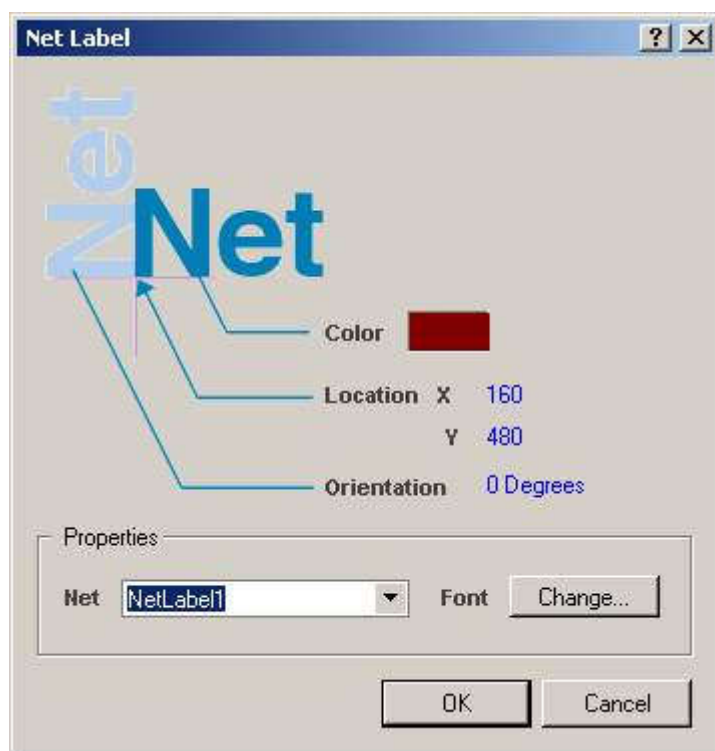

Рисунок 24 – Настройка параметров цепи.
2. Нажмем клавишу Tab, после чего откроется окно редактирования параметров метки цепи (рисунок 24).